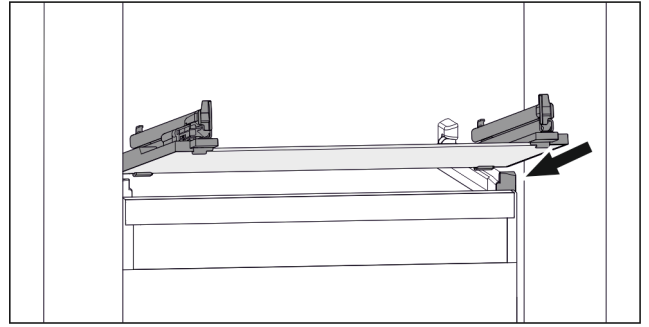

Fig. 38 Beispielhafte Darstellung der Glasplatte
- ▶ Glasplatte schräg hinter den Stopperrn aufsetzen. (zie Fig. 38)